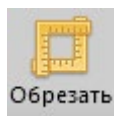

Рисунок 13
- Нажмите кнопку «Обрезать» (рис. 13).